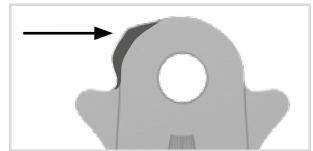

図32
コンバートオプション(11項を参照)が必要でない場合は、垂直線に沿ってノーズ部分を完全に削り落とすことができます(図32および33)。
- 1 レーザー加工線に沿ってシステムあぶみを削ります (図32および33)。